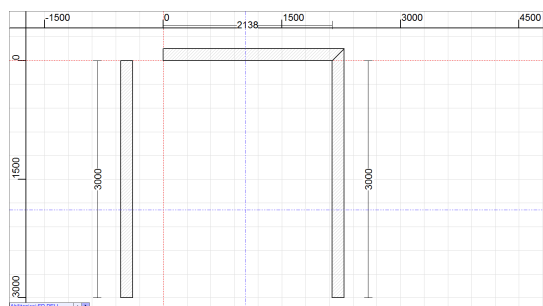

Figura 3.27: Stacca parete.
- ◆ Stacca all'inizio, Stacca alla fine: consente di staccare la parete da eventuali altre collegate, figura 3.27;